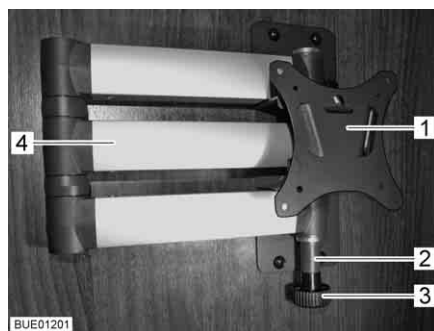

Fig. 71 Support à bras articulé
- Tirer sur le bouton de déverrouillage (Fig. 71,3). Le bras articulé (Fig. 71,4) est déverrouillé.
- Faire retourner l'écran plat dans sa position initiale jusqu'à ce que le support (Fig. 71,1) s'enclenche dans le verrouillage (Fig. 71,2).